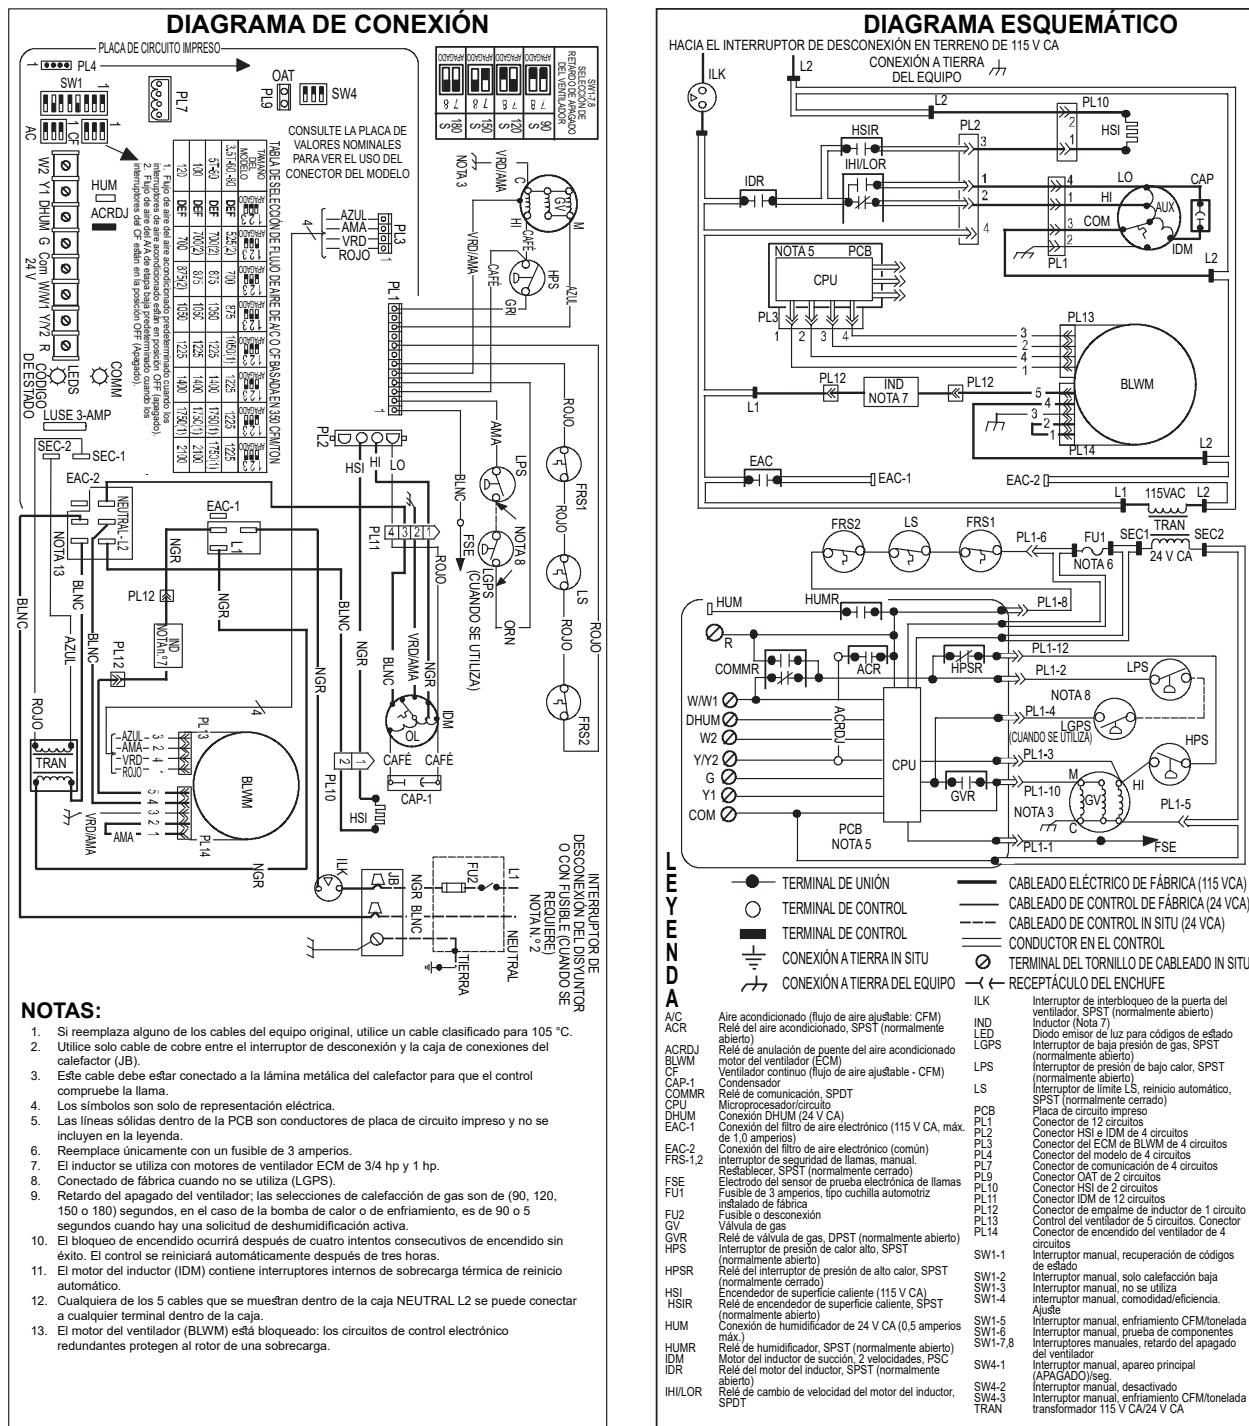

Fig. 74 – Diagrama eléctrico
**NOTA:** El control del calefactor debe conectarse a tierra para que funcione debidamente o, de lo contrario, se bloqueará. El control se conecta a tierra con el cable verde/amarillo dirigido al tornillo de la caja del quemador y a la válvula de gas. Consulte el diagrama esquemático en Fig. 74, siga la secuencia de operación en las distintas modalidades. Lea y siga el diagrama eléctrico detalladamente.